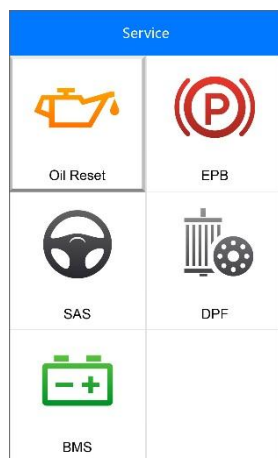

Figura 5-1 Ejemplo de pantalla de funciones de servicio
Seleccione el ícono de **Reinicio de aceite** en la pantalla de Servicio (Figura 5-1) y espere que aparezca la pantalla del fabricante del vehículo. Seleccione la marca correcta.
1. Seleccione el ícono de **EPB** en la pantalla de Servicio (*Figura 5-1*), seleccione **BMW** de la pantalla con las marcas de los vehículos y seleccione el modelo correcto para ingresar al menú de **Freno de mano**.